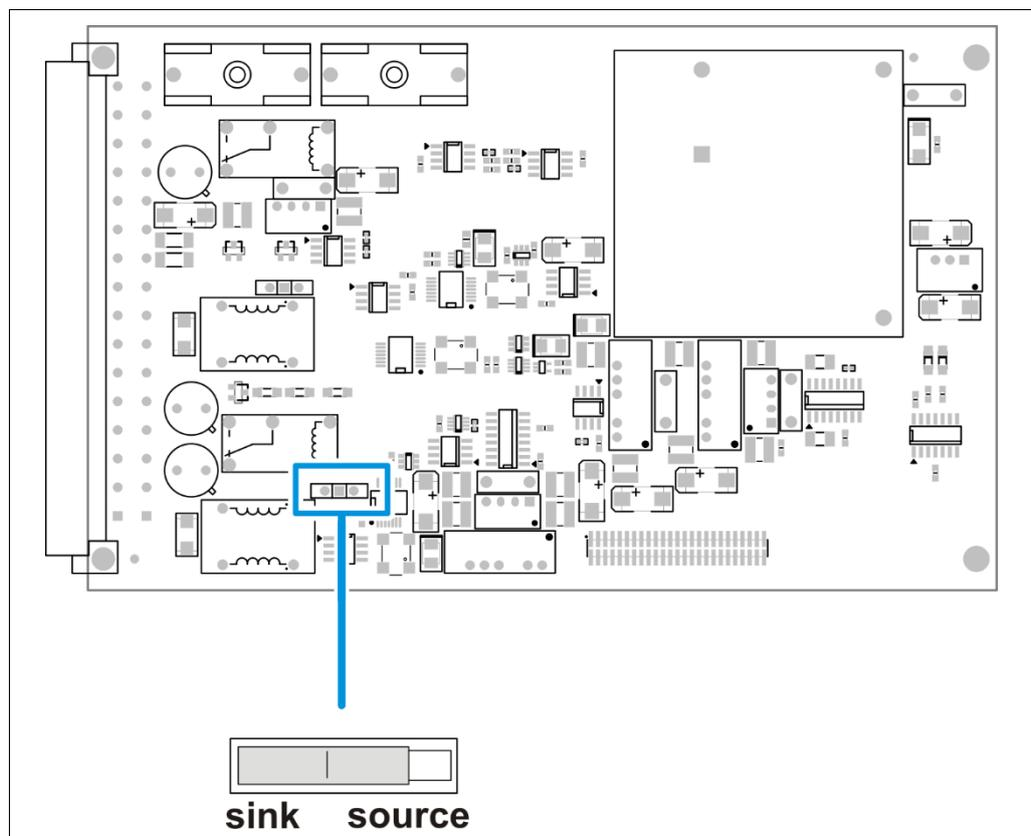

Abb. 12 Erweiterungsmodul, Stromausgang am Umschalter einstellen
5. Stellen Sie die gewünschte Position am Umschalter ein (**Sink Mode** (Abb. 12, Pos.1) oder Position **Source Mode** (Abb. 12, Pos. 2)).